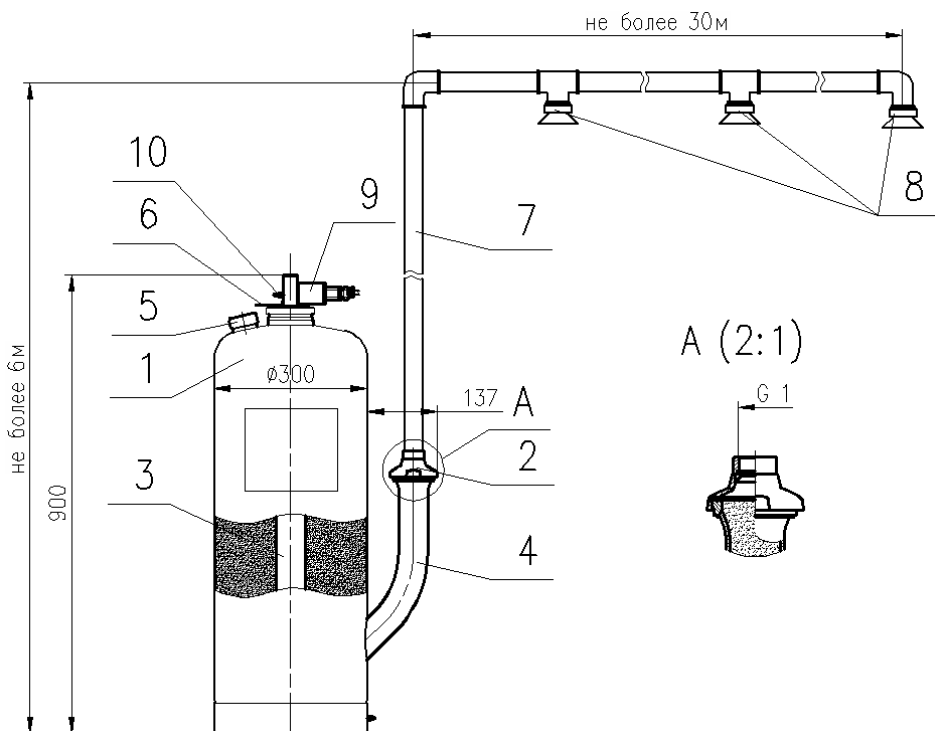

Рис. 1 Схема модуля порошкового пожаротушения "Буран 50КД-В"
3.1. В комплект поставки модуля (рис. 1) входят:
4.1. Модуль (рис. 1) представляет собой герметичную конструкцию, состоящую из стального сварного корпуса 1, заполненного огнетушащим порошком, генератора газа 3, установленного внутри корпуса 1 и вваренной в корпус 1 направляющей горловины 4, которая перекрывается мембранным узлом 2. Выходное отверстие мембранного узла 2 имеет внутреннюю резьбу G 1" (в транспортном положении мембранный узел закрыт заглушкой из пластмассы) для присоединения трубопровода подачи огнетушащего порошка 7. Для засыпки порошка в корпус 1 служит засыпочная горловина 5 с заглушкой, вваренная в верхнюю часть модуля. Модуль оснащен узлом заземления 10.